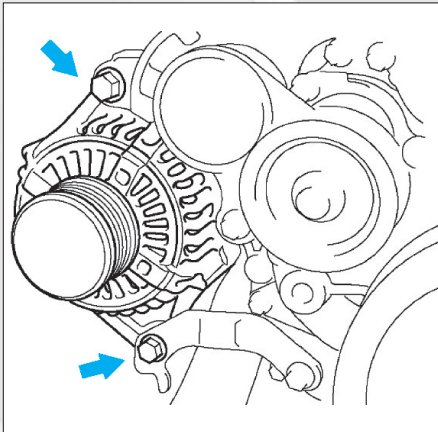

FIG. 6
- Déposer les boulons de fixation supérieure et inférieure d'alternateur et dégager ce dernier (fig. 6).